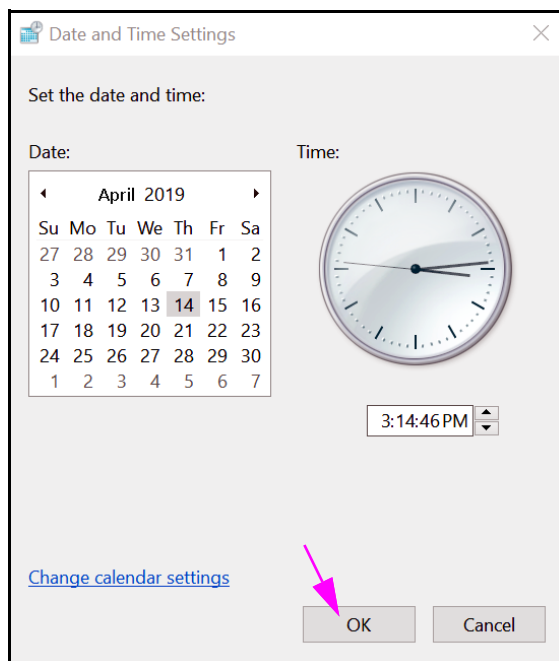

Figura 2-35. Finestra di dialogo Date and Time Settings (Impostazioni data e ora)
2. Fare clic sul pulsante **Change Date and Time... (Modifica data e ora...)**. Viene visualizzata la finestra di dialogo Date and Time Settings (Impostazioni data e ora). Vedere la Figura 2-35.